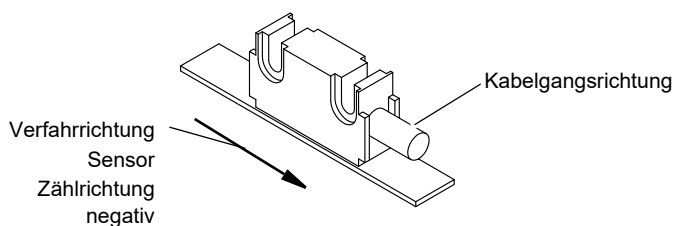
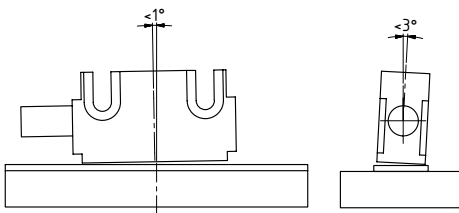

Abb.5-5: Definition der Zählrichtung
Abb.5-7: Maximale Fluchtungsfehler
- Der Sensor wurde nicht entsprechend ☞ Abb.5-5: und ☞ Abb.5-7: ausgerichtet.